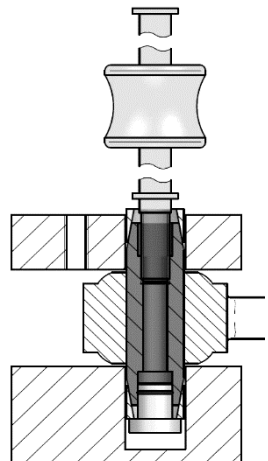

Abb. 2.2
- (1) Zu lösende Teile entfernen
- (2) Negativhammer mit Gewinde M10 Eindrehen (Abb. 2.2)
- (3) Durch leichten Schlag und Zug die Hülsen lösen
- (4) Mittelstück entfernen
- (5) Evtl. durch erneutes eindrehen vom Zugbolzen, die Zugmutter aus dem Sackloch entfernen